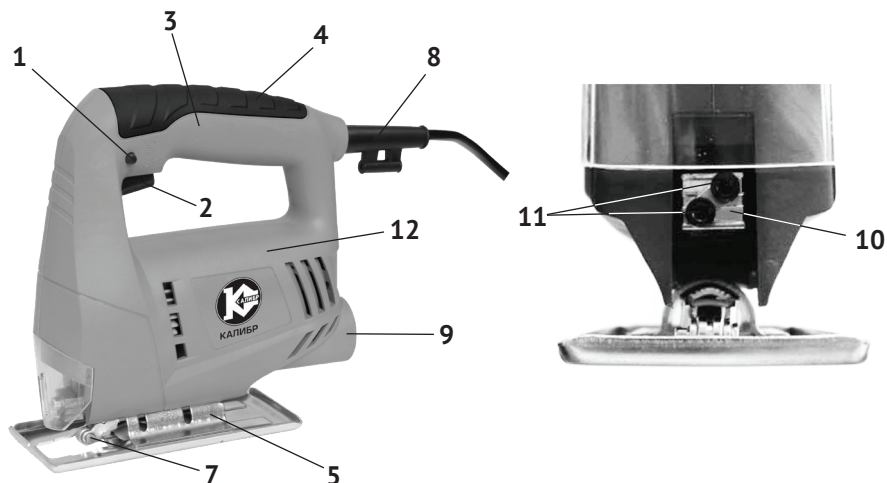

рис. 1
1.6 Общий вид лобзика представлен на рис.1
1.7 Коллекторный двигатель и приводной механизм лобзика расположены в пластиковом корпусе (рис.1 поз.12). Корпус, состоящий из двух половин (правой и левой), выполнен заодно с рукояткой (рис.1 поз.3), расположенной сверху. Крутящий момент с якоря электродвигателя, посредством встроенного механизма преобразуется в возвратно-поступательное движение верхней направляющей штока. На нижней направляющей штока расположен пилкодержатель (рис.1 поз.10), в который крепится пила.
В нижней части опорной плиты (рис.1 поз.5) находятся два винта (головка - внутренний шестигранник). Ослабив эти винты, устанавливается боковой наклон корпуса лобзика относительно плиты (до 45° вправо или влево).
1.8 Клавиша выключателя (рис.1 поз.2) расположена в нижней части рукоятки. Включение лобзика осуществляется нажатием на клавишу выключателя указательным пальцем. Фиксация клавиши в рабочем положении, осуществляется кнопкой (рис.1 поз.1), расположенной слева на рукоятке. При повторном нажатии на клавишу, кнопка фиксации и клавиша (со щелчком) возвращается в исходное положение - выключено.
Пилки в пилкодержателе (рис.1 поз.10) крепятся двумя винтами (рис.1 поз.11) с шестигранной головкой.
- ослабить шестигранным ключом (входит в комплект поставки) два винта, через вертикальные прорезы в защитном кожухе (рис.1 поз.6), с торца лобзика;
- вставить пилку (зубцами вперёд), так чтобы задняя часть полотна попала в паз направляющего ролика (рис.1 поз.7);
- для удаления пыли из зоны резания используйте пылесос, присоединив его к патрубку пылеотвода (рис.1 поз.9), через переходник из комплекта поставки;
- ослабить два винта крепления опорной плиты (рис.1 поз.5) к корпусу (рис.1 поз.12) шестигранным ключом;